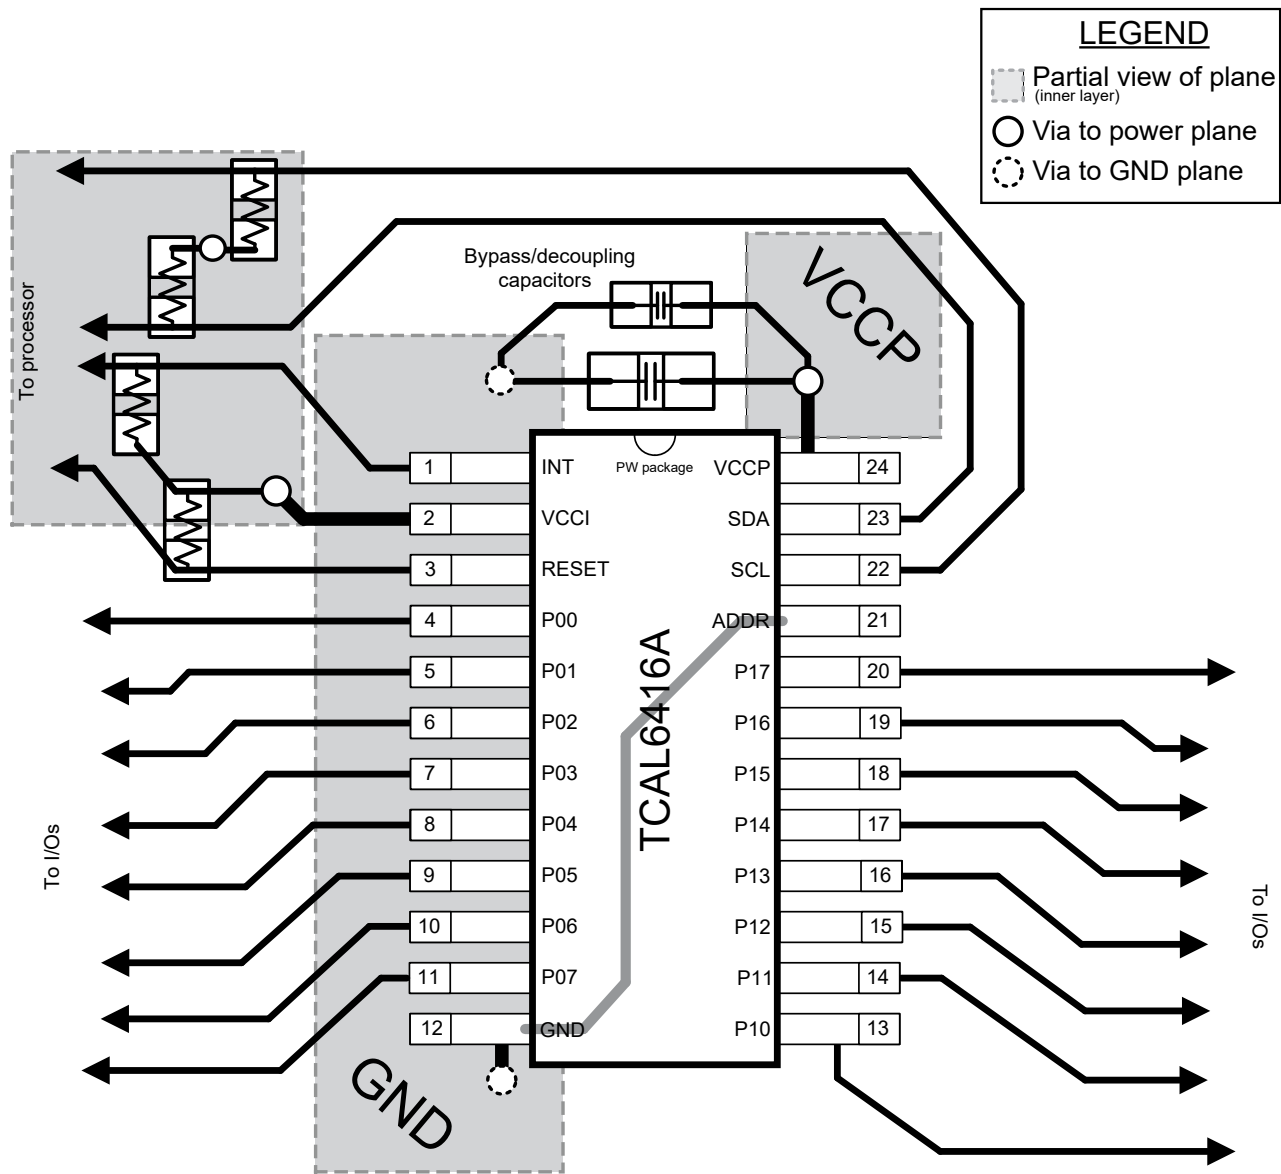

図 9-10. TCAL6416 のレイアウト
すべての PCB レイアウトにおける最善策は、信号トレースで適切な角度を回避すること、集積回路 (IC) の近接部を離れるときに信号トレースが互いに離れていくように配置すること、トレース幅を太くして電源とグランドのトレースを通常時に大容量の電流が流れるようにすることです。バイパス・コンデンサとデカップリング・コンデンサは、一般的に電源ピンの電圧の制御に使用されます。大容量コンデンサを使用すると、電源グリッチの短絡時に追加電力を供給し、容量の小さいコンデンサは高周波リップルの除去を行うことができます。これらのコンデンサは、できる限り TCAL6416 の近くに配置してください。理想的な配置を 図 9-10 に示します。
図 9-10 に示すレイアウト例では、信号配線に最上層を使用し、電源とグランド (GND) に分割プレーンとして最下層を使用することで、2 層のみの PCB を製造することができます。ただし、信号配線密度の高い基板では、4 層基板が推奨されます。一般的に 4 層 PCB では、信号を最上層と最下層に配線し、内部の 1 層をグランド・プレーン専用にして、もう 1 つの内部層を電源プレーン専用にします。電源とグランドにプレーンまたは分割プレーンを使用する基板レイアウトの場合は、電源または GND に接続する必要がある表面実装部品パッドのすぐ隣にビアを配置し、ビアを内部層または基板の反対側に電氣的に接続します。ビアは、信号パターンを基板の反対側に配線する必要がある場合にも使用されますが、この方法は 図 9-10 には示されていません。